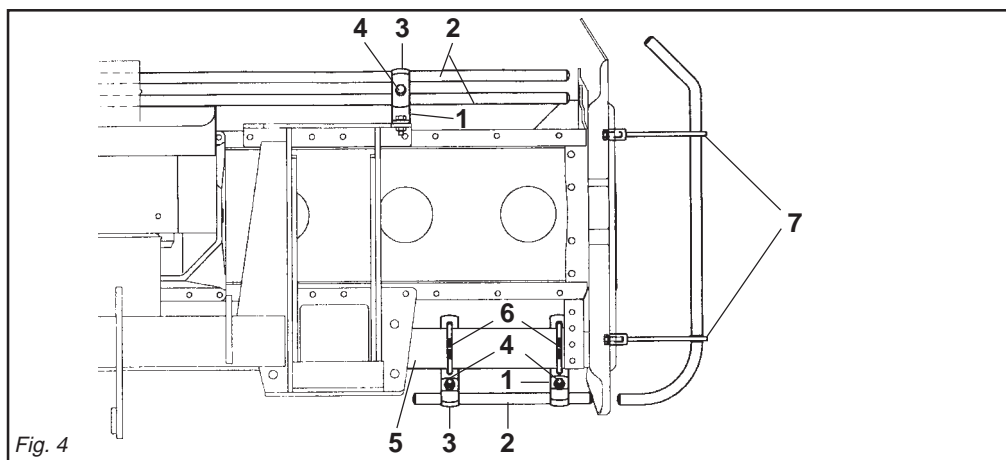

Fig. 4
- Il gruppo delle protezioni, composto dall'attacco (1 Fig. 4) che fa da fermo per i tubi (2 Fig. 4) bloccati dalla staffa (3 Fig. 4) e dalle viti (4 Fig. 4), è fissato al tubo quadro anteriore (5 Fig. 4) mediante i cavallotti (6 Fig. 4), e va posizionato uno a destra e uno a sinistra il più esternamente possibili.
- Lateralmente, su entrambe le fiancate, vanno fissate tramite le viti le protezioni sagomate (7 Fig. 4).
- The protection unit, consisting of the coupling (1 Fig. 4) that acts as a clamp for the pipes (2 Fig. 4) locked by the bracket (3 Fig. 4) and by the screws (4 Fig. 4), is fixed to the square front pipe (5 Fig. 4) by the U-bolts (6 Fig. 4) and should be positioned as far outwards as possible, one on the right and the other on the left.
- The shaped protections should be fixed laterally with screws to both the sides (7 Fig. 4).
- Die Gruppe der Schutzvorrichtungen, die sich aus dem Anschluß (1 Abb. 4), der zur Arretierung für die Rohre (2 Abb. 4) dient, die durch den Bügel (3 Abb. 4) blockiert werden, und den Schrauben (4 Abb. 4) zusammensetzt, wird am vorderen Vierkantröhr (5 Abb. 4) mit den U-Bolzen (6 Abb. 4) befestigt. Eine davon ist rechts und eine links, so weit wie möglich außen anzubringen.
- Seitlich auf den beiden Seitenteilen sind die geformten Schutzteile (7 Abb. 4) mit Schrauben zu befestigen.
- Le groupe des protections, comprenant l'attelage (1 Fig. 4) qui sert de butée pour les tubes (2 Fig. 4) bloqués par la bride (3 Fig. 4) et par les vis (4 Fig. 4), est fixé au tube carré avant (5 Fig. 4) par des crampons (6 Fig. 4). Positionner une protection à droite et une à gauche, le plus possible à l'extérieur.
- Les protections galbées doivent être fixées latéralement, des deux côtés (7 Fig. 4) avec les vis des protections.
- El grupo de las protecciones, compuesto por la conexión (1 Fig. 4) que funciona como bloqueo de los tubos (2 Fig. 4) bloqueados a su vez por el soporte (3 Fig. 4) y por los tornillos (4 Fig. 4), está fijado en el tubo cuadrado anterior (5 Fig. 4) mediante los pernos de U (6 Fig. 4) y debe ser emplazado uno a la derecha y uno a la izquierda lo más externamente posible.
- Lateralmente, sobre ambos lados, debemos fijar mediante los tornillos las protecciones molduradas (7 Fig. 4).